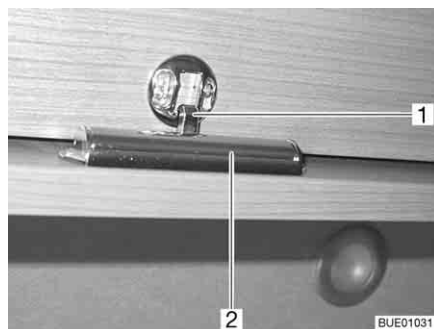

Bild 71 Skåplucka med låslist
- Tryck på låslisten (Bild 71,2) på skåpluckans insida och håll den intryckt.
- Tryck ner skåpluckan tills låset hörbart (Bild 71,1) griper tag.